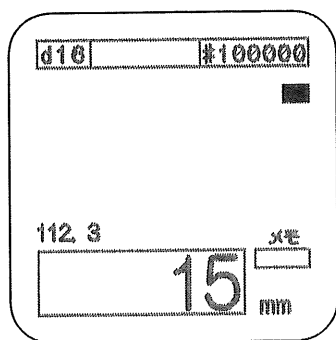
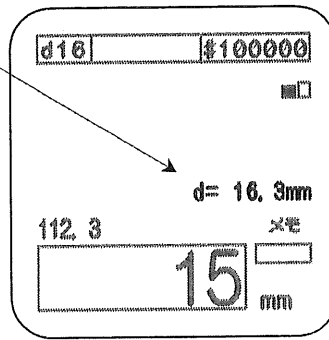

図32
図33
- 図32が短時間表示されたあと、測定結果(鉄筋径)が表示されます。(図33参照)